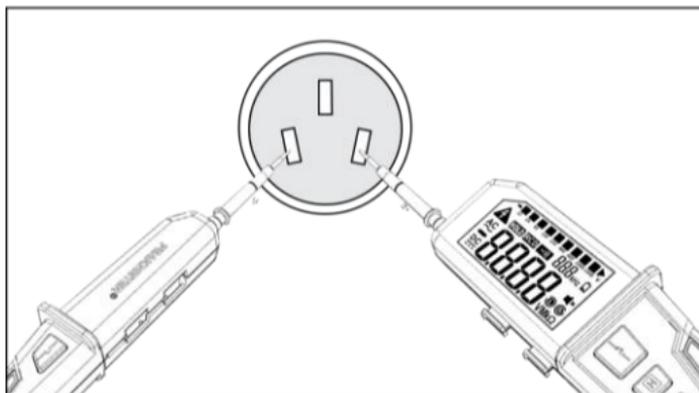

Figura 3
1. Prima del test, selezionare una tensione nota e collegare le due sonde al conduttore in esame, ad esempio a una presa da 220V, per assicurarsi dell'accuratezza della misura (vedi Figura 3). Lo strumento non può misurare tensioni AC o DC inferiori a 5V. Quando la tensione misurata è inferiore a 5V AC/DC, sul display LCD compare "----".